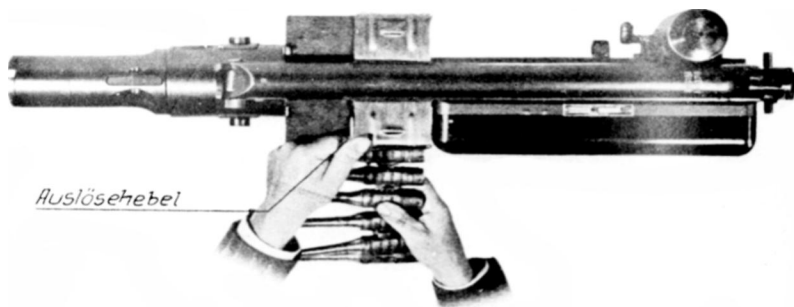

Abb. 92: Herausnehmen des Gurtes (Gurtzuführung von links)
3. Nach dem Schießen (Abb. 92)